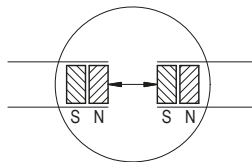

Abb. 11: Ermittlung der Polarität. Ansetzen des Magnetbandes
- Vor dem Ansetzen die Polarität überprüfen. Die beiden Enden müssen sich anziehen (gegebenenfalls Kompassnadel benutzen). Falls gleiche Polarität, ein Band um einen halben Polabstand kürzen (Abb. 11).